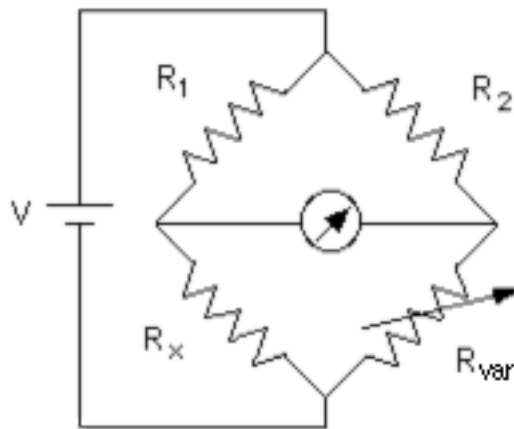

Figura 3.1.- Puente de Wheatstone para medir resistencias
- 1.- Dado el circuito denominado Puente de Wheatstone, presentado en la Figura 3.1, describa brevemente su principio de operación, deduzca la ecuación que relaciona R_X con las resistencias R_1 , R_2 y R_{var} y explique el procedimiento para medir la resistencia R_X con este circuito, utilizando el método de detección de cero en el instrumento correspondiente.